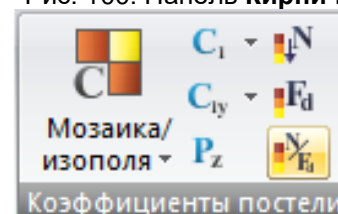

Рис. 101. Панель
- **Коэффициенты постели** (рис.101) – отображение мозаик и изополей коэффициентов постели, заданной вертикальной равномерно распределенной нагрузки для пластин, моделирующих основание, отображение мозаик нагрузки на сваи и несущей способности свай.
Панель **Коэффициенты постели** (рис.101) содержит следующие команды: